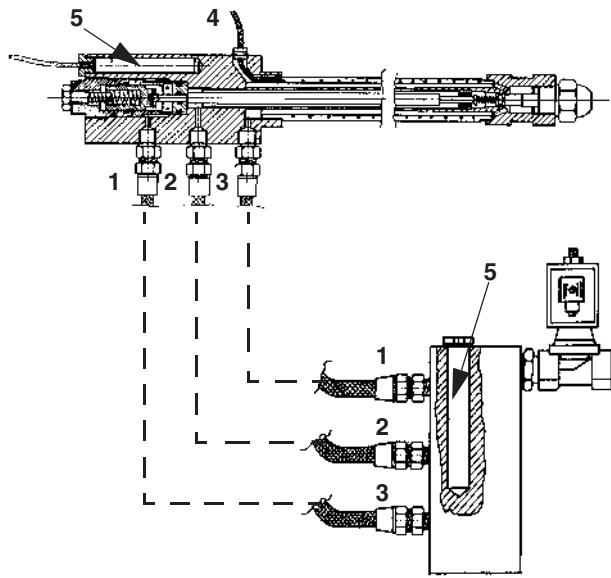

Рис. 28
- Открутить мазутные соединительные детали Е, которые крепят мазутные шланги к форме, и снять полностью весь узел, как показано на Рис. 28.